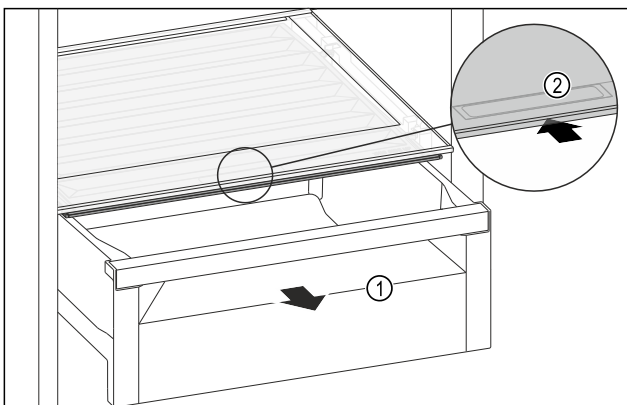

Fig. 107
- ▶ Извлеките выдвижной ящик Fig. 107 (1).
- ▶ Возьмитесь за уплотненную ручку Fig. 107 (2) на крышке отделения и одновременно введите крышку отделения назад.